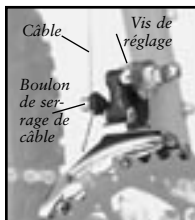

Figure 3.19 - Dérailleur avant
Certaines bicyclettes sont équipées d'un système de changement de vitesse à dérailleurs qui change de vitesse en faisant dérailler la chaîne, en la faisant passer d'un pignon ou engrenage à l'autre. Le système de changement de vitesse comprend les pièces de bicyclette qui permettent au dérailleur de changer de vitesse, y compris le dérailleur avant (figure 3.19) ou le dérailleur arrière (figure 3.20), les manettes (figures 3.21-3.25) et les câbles de changement de vitesse.
2. Desserrez le boulon de serrage du câble du dérailleur avant (figure 3.19) jusqu'à ce que le câble soit libéré.